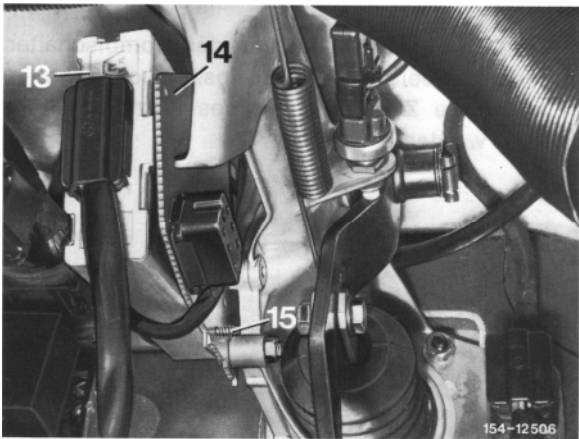

Bild 5
13 Halter (14) mit Steuergerät (13) am vorhandenen Auge des Pedal lagerbockes mit den Teilen (16 bis 18) anschrauben (Bild 5).